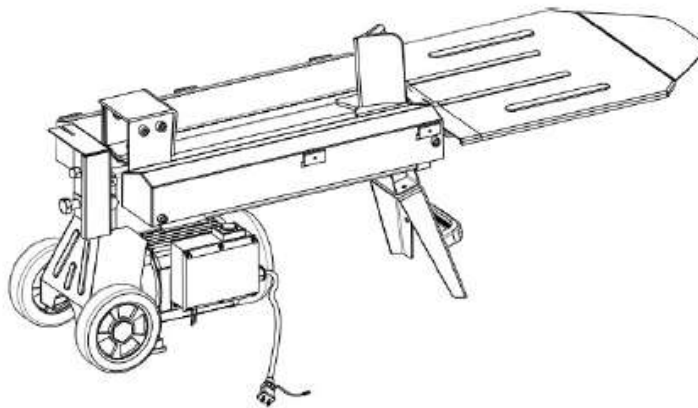

Abbildung 2
2. Montieren Sie die Plattform des Verlängerungstisches auf der Werkbank. Siehe Abbildung 2.